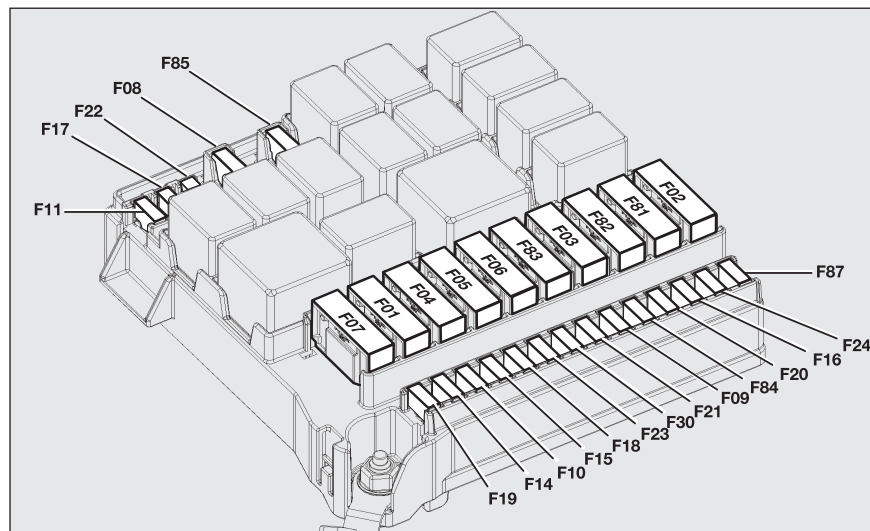

fig. 50
- ☐ de este modo se puede acceder a la centralita de fusibles fig. 50.